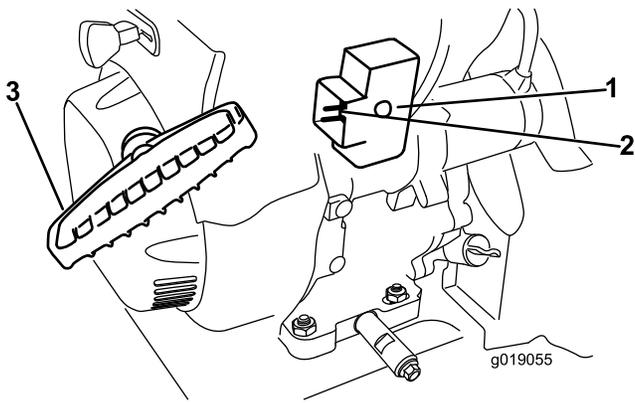

Figure 31
7. Démarrez la machine en tirant sur le lanceur ou en appuyant sur le bouton de démarrage électrique (Figure 31).